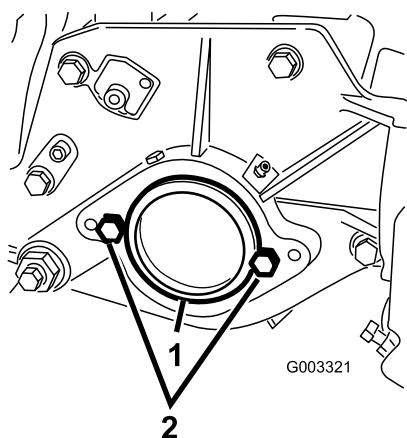

Figura 7
2. Na extremidade direita da unidade de corte, retire a tampa de plástico da caixa de rolamentos (Figura 7).
3. Retire os dois parafusos da placa do lado direito (Figura 7).
2. Parafusos (2)
5. Instale, sem apertar, os dois parafusos de montagem do motor do cilindro na placa do lado esquerdo da unidade de corte (Figura 7).